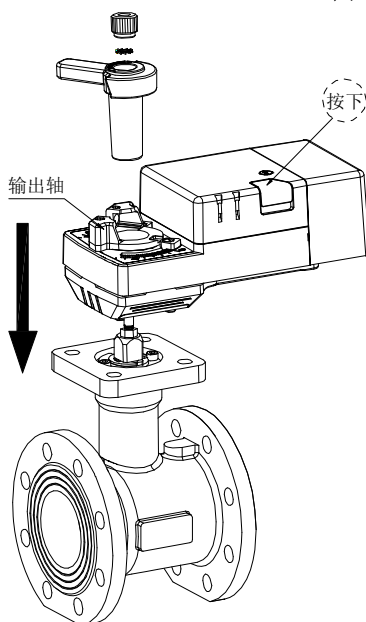

图 5
- 如图 5, 按下执行器离合按钮, 同时顺时针旋转连接杆至全关(无法转动的位置), 再松开离合按钮。执行器连接件定位柱对准阀门法兰盘 4 个定位孔卡入, 装入连接杆, 并确保其下部方孔套住阀杆, 再依次装入防滑垫片、螺帽。